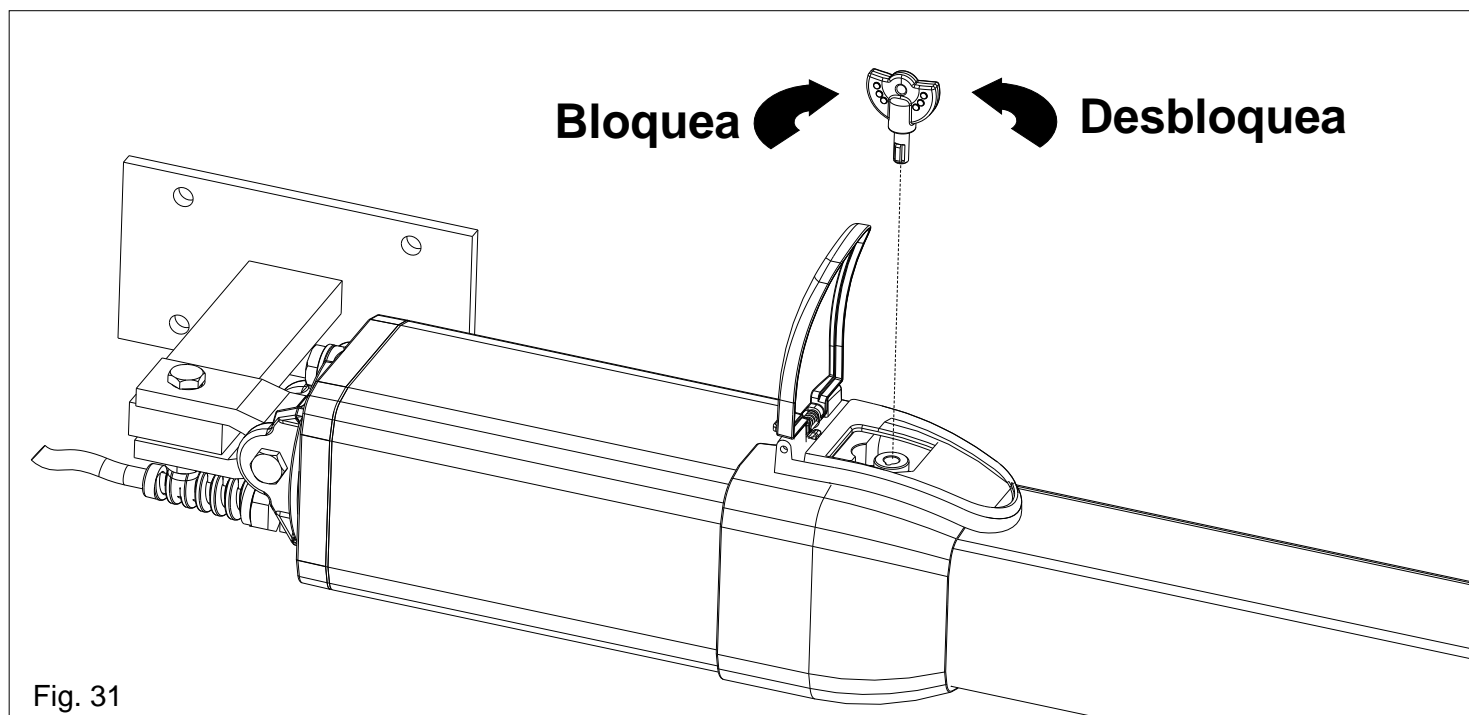

Fig. 31
-Insertar la llave y girarla en sentido antihorario 180 grados (Fig.31).
-Insertar la llave y girarla en sentido horario hasta el cierre (Fig.31).